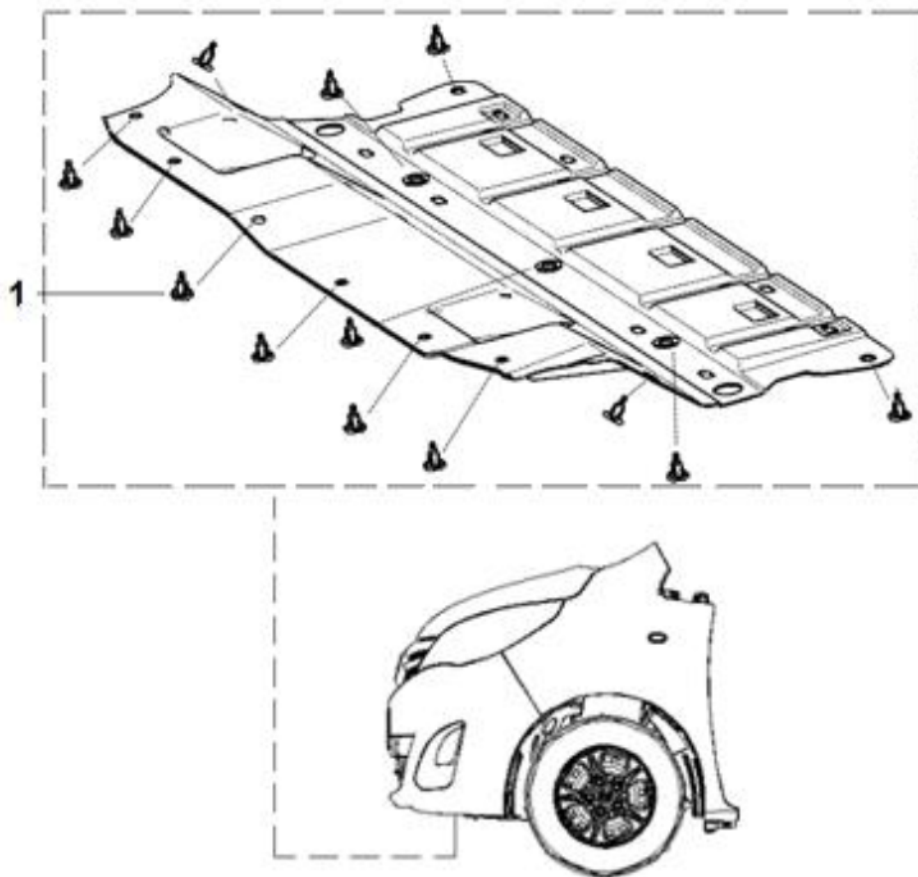

图 1-3-1 发动机挡泥板的拆卸
(1)、拆除用于将左前轮挡泥板安装在车身钣金和前副车架上的子母扣（图 1-3-1 图示标识 1），共十一处；
(2)、拆下用于将左前轮挡泥板安装在左翼子板上的螺钉（图 1-3-1 图示标识 2），共三处；
(3)、在前保险杠总成拆卸说明中，已将图 1-3-1 图示标识螺钉 3 和图 1-3-1 图示标识螺栓 4 拆除，在此不再赘述；
- (1) 打开前舱盖，使用一字螺丝刀或双手，撬出图 1.3.1 通风盖板装饰板的拆卸中的卡脚，共 3 处
- (2) 沿着箭头方向，拉出装饰板
- (3) 通风盖板装饰板装配顺序和拆卸顺序相反；注意事项